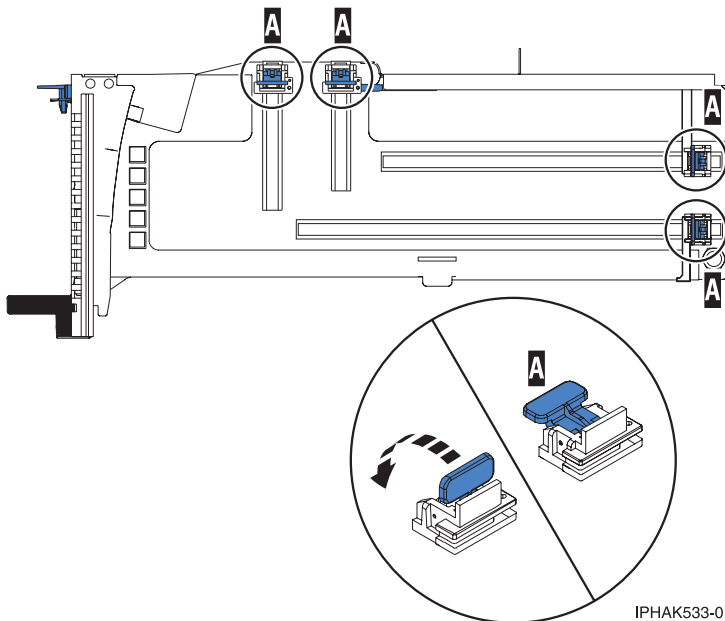

Figura 7. Piezas de retención del adaptador en una casete
- a. Asegúrese de que todas las piezas que servirán para sujetar el adaptador se han empujado hacia fuera de los bordes de la casete para permitir la colocación del adaptador. Consulte Figura 7.